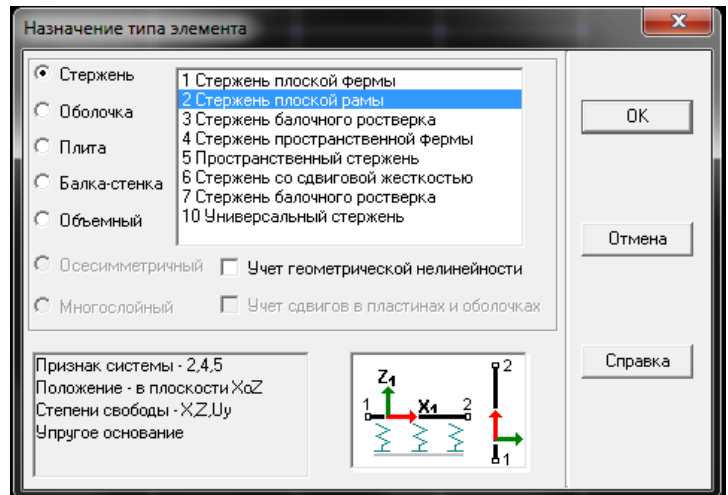

Рисунок 2.12 - Диалоговое окно SCAD для выбора типа конечных элементов
9. Назначение опорных связей (опор) осуществляется в диалоговом окне **Связи** (рис.2.12), которое появляется при нажатии кнопки  «Установка связей в узлах» инструментальной панели вкладки **Назначения**.
10. Тип конечных элементов (КЭ) играет не маловажную роль в точности определения напряженно-деформированного состояния конструкции от действия внешних нагрузок. Тип КЭ, наиболее точно подходящий для расчетной схемы можно выбрать в диалоговом окне **Назначение типа элемента** (рис.2.12), вызываемое нажатием кнопки  на инструментальной панели при активизированной вкладке **Назначение**.